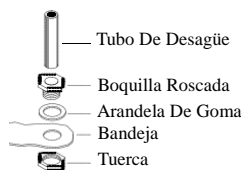

Fig. 5
- **Instale el montaje de desagüe.** Pase la boquilla por el agujero de la bandeja, colocando la arandela de goma entre la bandeja y la cabeza de la boquilla (véase fig. 5). Coloque la tuerca en la boquilla y atornillela hasta que quede apretada contra la parte inferior de la bandeja. Inserte el tubo de desagüe en la boquilla para retener el agua. El tubo de desagüe se puede quitar para desaguar el agua de la bandeja cuando sea necesario. Se puede conectar una manguera de jardín a la boquilla para desaguar el agua hacia otra parte.